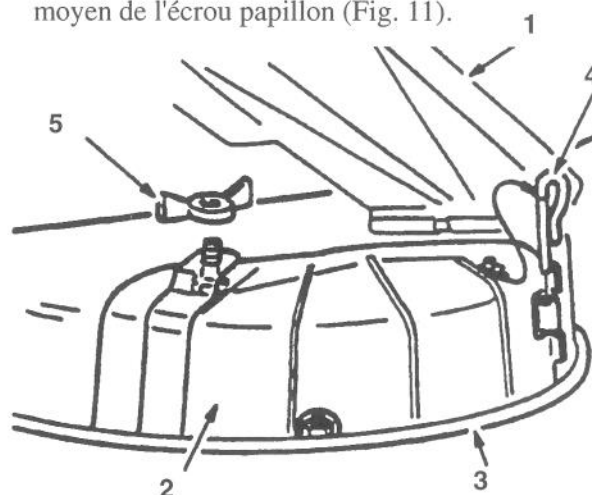

Figure 11
1. Soulever le déflecteur d'herbe et placer le bouclier de protection sur l'ouverture et sur le rebord inférieur de la tondeuse et l'introduire dans la charnière avant (Fig. 11).
2. Introduire l'axe dans la charnière (Fig. 11).
3. Fixer le bouclier de protection sur la tondeuse au moyen de l'écrou papillon (Fig. 11).